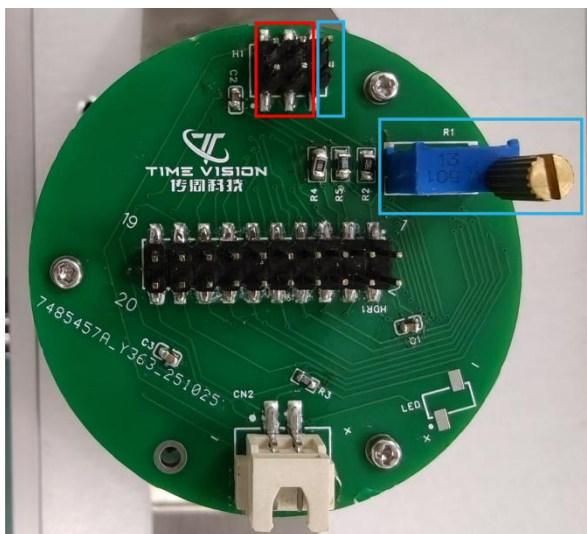

图 2.4
1) 包含 TVOET3309G 芯片及外围电路。如下图 2.4 所示为 TVOET3309G 的编码器 PCB 板。